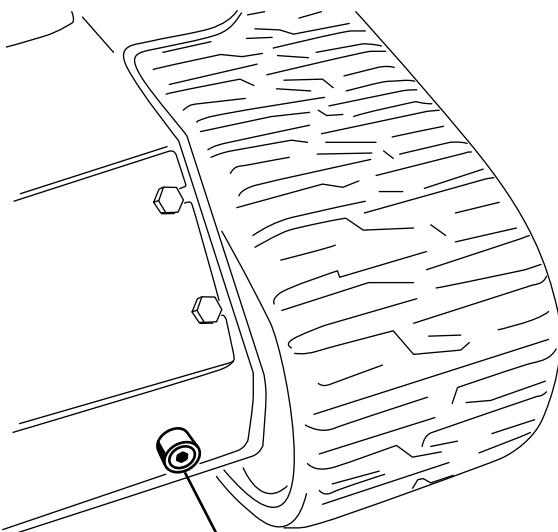

Рисунок 57
6. Разместите большой дренажный поддон (вместимостью 15 галлонов США) под дренажной пробкой в передней части тягового блока (Рисунок 57).
7. Снимите сливную пробку и дайте маслу стечь в поддон (Рисунок 57).